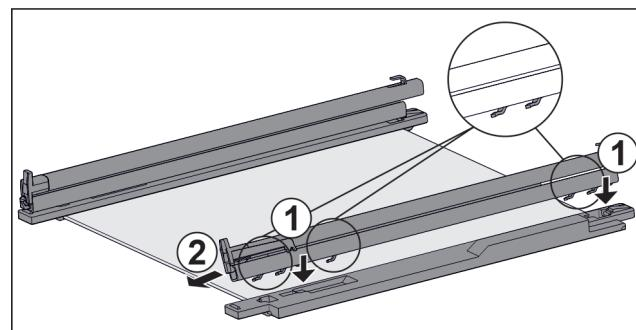

Fig. 159 Glasplatte mit Schienen und Halteteilen
- Haken der Schiene auf die Öffnungen des **linken** Halte-teils setzen. *Fig. 159 (1)*
- Schiene nach vorne ziehen. *Fig. 159 (2)*
- Haken der Schiene auf die Öffnungen des **rechten** Halte-teils setzen. *Fig. 159 (1)*